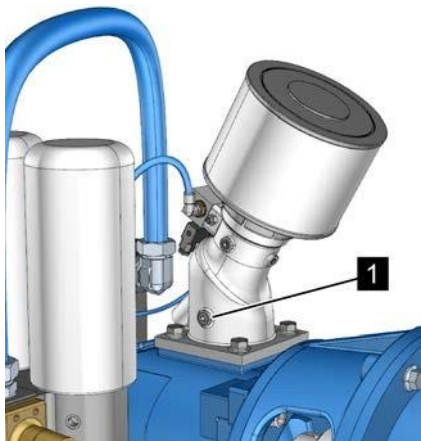

Рис. 32: Резьбовая пробка регулятора впуска
1. Отверните резьбовую пробку регулятора впуска (Рис. 32/1).
2. Залейте охлаждающую жидкость в резьбовую пробку регулятора впуска (Рис. 32/1).
3. Закрутите резьбовую пробку регулятора впуска (Рис. 32/1) (↗ Приложение В «Моменты затяжки винтов» на странице 126).